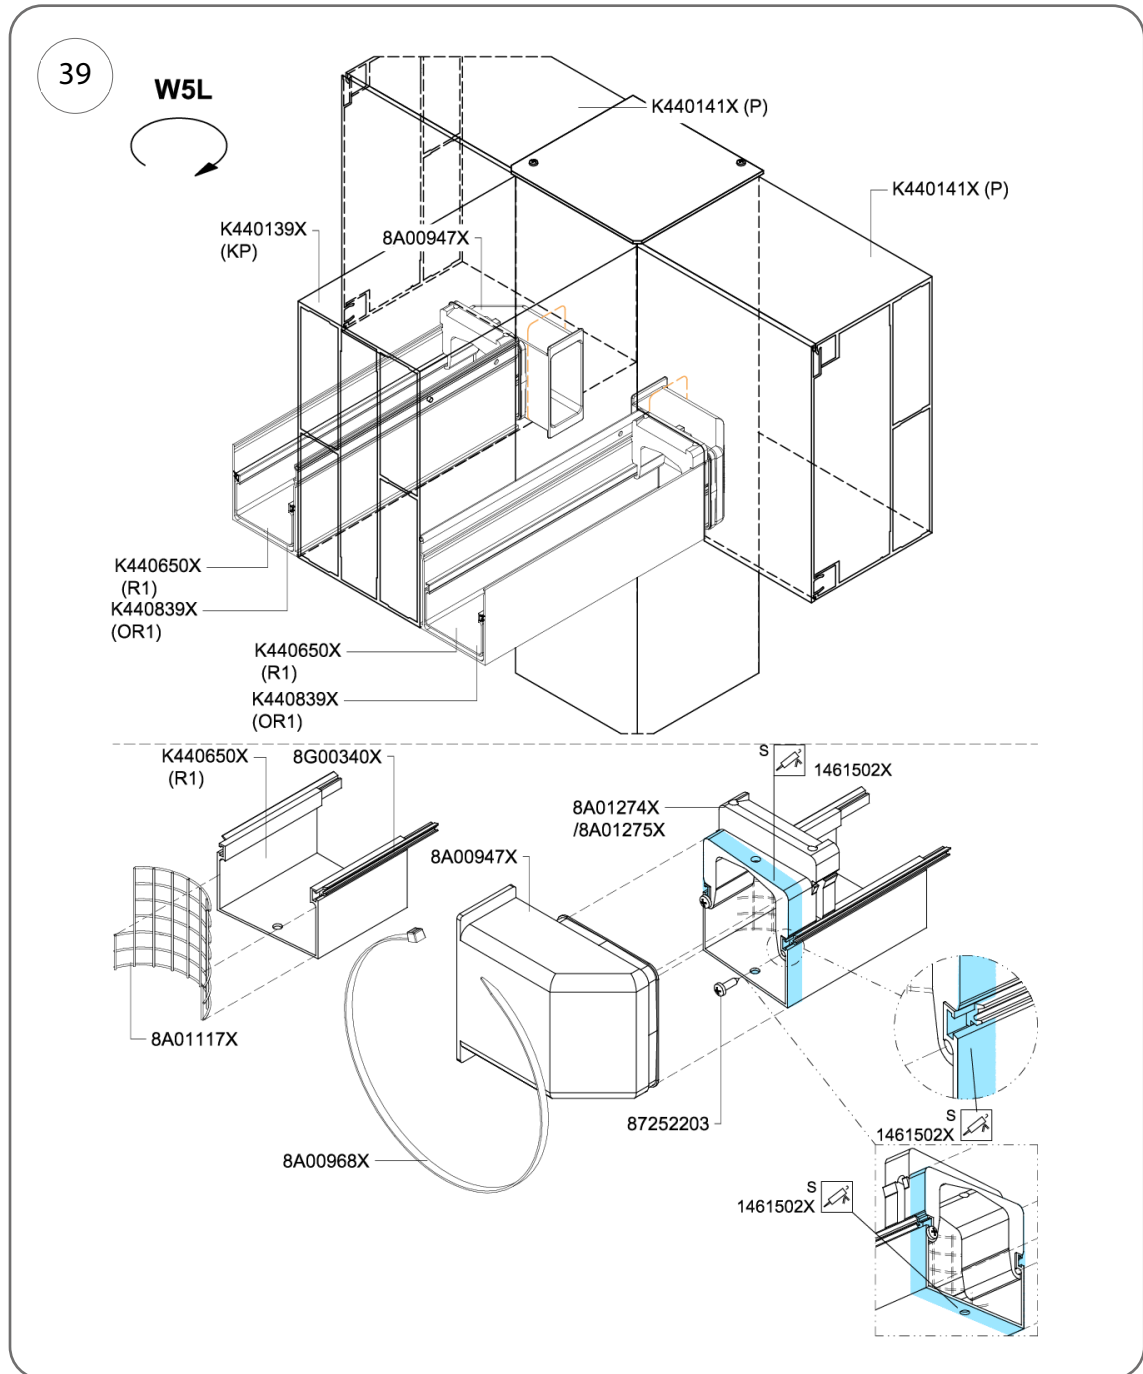

Fig. 39
2. Fissare gli elementi a scatto per impedire che si spostino inserendo 2 viti da 3,5 x 13 mm (cod. art. 87252203) – Fig. 39.
3. Applicare uno strato di adesivo e sigillante (cod. 1461502X) lungo l'intero perimetro della grondaia e dell'elemento a scatto, come mostrato in Fig. 39.
2. Inserire l'albero della lamella in modo obliquo nel manicotto 8A01084X (Fig. 39).